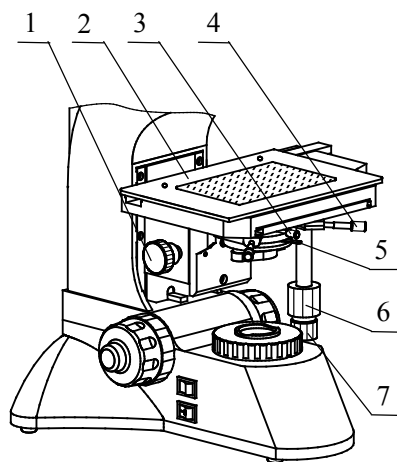

图 5
4. 机械式载物台的操作，见图 5.
10) 聚光镜的组成—聚光镜就在载物台下面，见图 5。左右两边各有一颗螺钉，用于聚光镜的调中，旋转聚光镜升降手轮可以升高或者降低聚光镜。